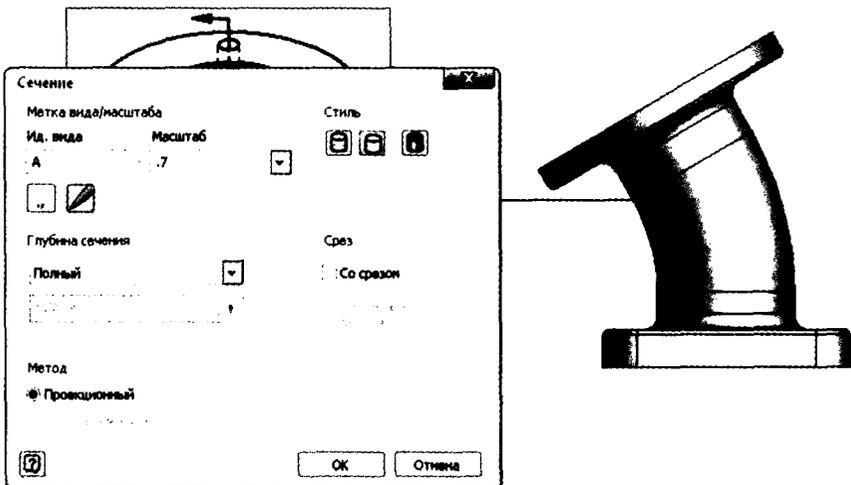

Рис. 2.6. Размещение сечения
6. В диалоговом окне **Сечение** доступно изменение масштаба и метки вида. Переместите ваш курсор вправо и увидите предпросмотр этого вида. См. рис. 2.6.